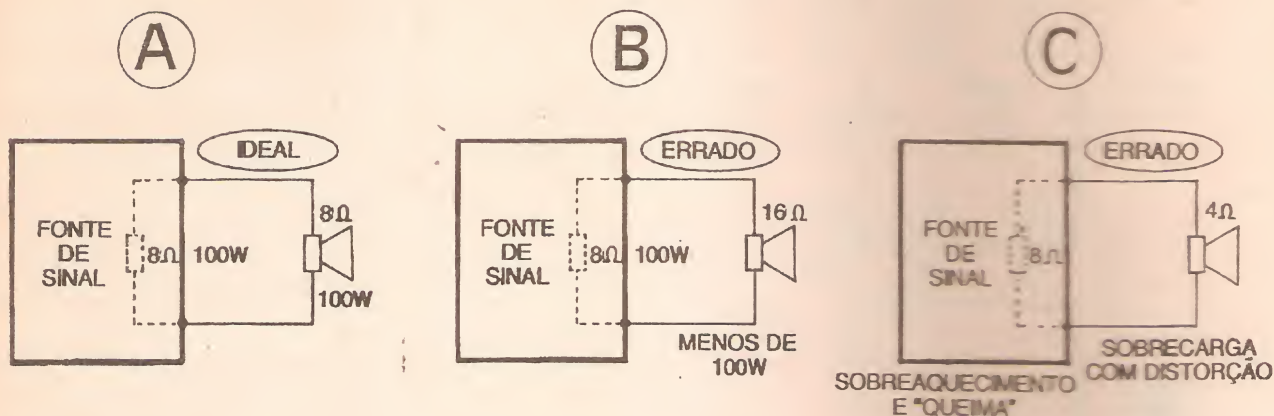

Fig.7
- FIG. 7 - MASTIGANDO O CASAMENTO DE IMPEDÂNCIAS... - Nos três itens da figura, o leitor *aluno* encontra importantes subsídios práticos... em 7-A temos um arranjo considerado de *casamento perfeito*, no qual se obtém a melhor eficiência e qualidade de *tradução* dos sinais elétricos em manifestações acústicas...! Já - como em 7-B - quando a IMPEDÂNCIA do alto-falante é *maior* do que a apresentada pela saída da fonte de sinal, o rendimento da *tradução* ficará nitidamente prejudicado! No caso do exemplo, uma fonte de sinal com IMPEDÂNCIA de 8 ohms, fornecendo 100 watts, é acoplada a um falante (ou conjunto de falantes, não importa...) com IMPEDÂNCIA de 16 ohms... O sistema não consegue *passar* os indicados 100 watts ao ambiente, na forma de SOM...! A *wattagem* final, acusticamente obtida, será inevitavelmente *menor* do que a potência de POTÊNCIA disponível na fonte de sinal...! Estaríamos, no caso, *desperdiçando* POTÊNCIA...! Numa outra possibilidade (7-C), se a IMPEDÂNCIA do alto-falante (ou conjunto de transdutores, conforme já visto na primeira parte da presente *aula*...) for *menor* do que a apresentada pela fonte de sinal (saída do amplificador), teremos uma série de problemas: *apertadamente*, estare-